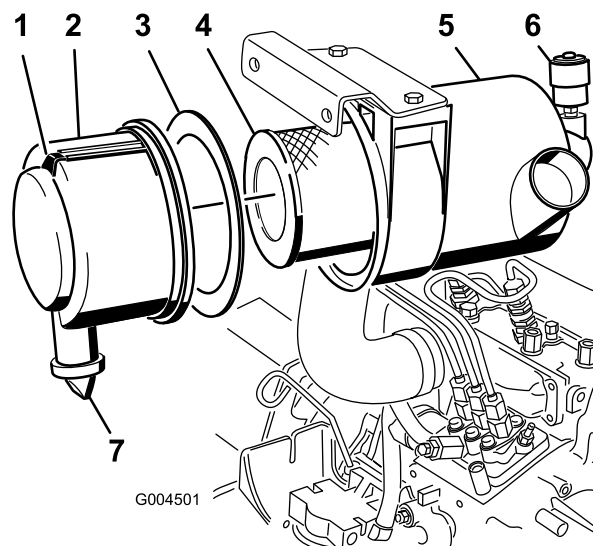

Figura 39
2. Revise el filtro del limpiador de aire cuando el indicador del limpiador de aire se vea rojo (Figura 39) o cada 400 horas (más frecuentemente en condiciones extremas de polvo o suciedad). No limpie con demasiada frecuencia el filtro de aire.
1. Tire hacia fuera del enganche y gire la tapa del limpiador de aire en sentido antihorario (Figura 39).
2. Retire la cubierta de la carcasa del limpiador de aire (Figura 39).
4. Retire y cambie el filtro primario (Figura 39).
6. Asegúrese de que la junta de gomaespuma está colocada en la tapa y que no está desgarrada ni dañada (Figura 39).
- A. Retire la válvula de salida de goma de la cubierta (Figura 39).
10. Reinicie el indicador (Figura 39) si se ve rojo.